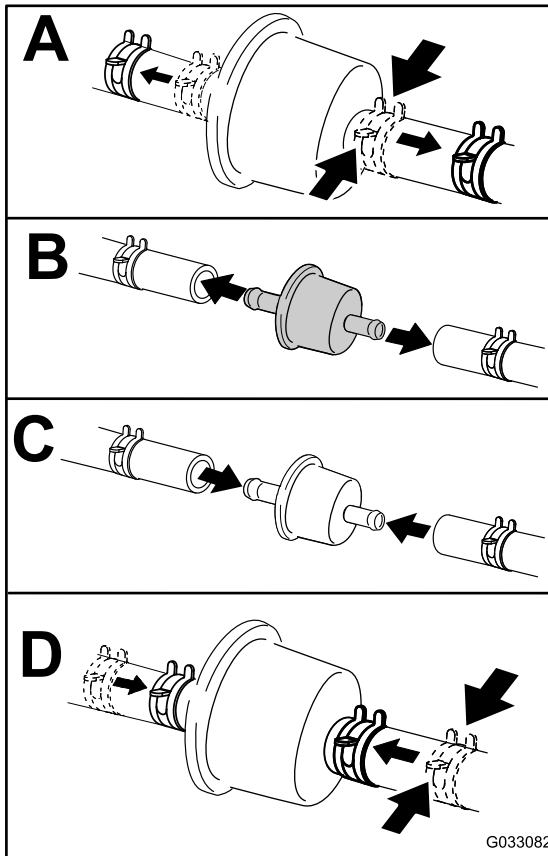

Figura 52
4. Sostituite il filtro del carburante (**Figura 52**).